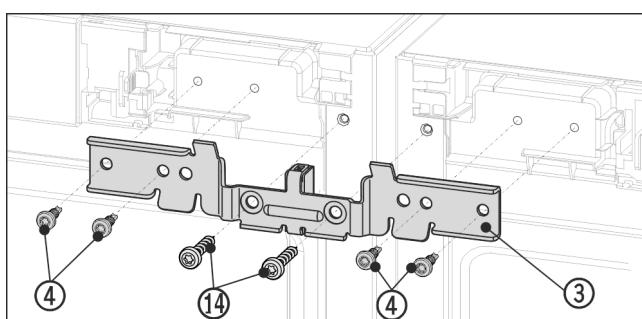

Fig. 12 Примерное отображение
- Надвиньте угол Fig. 12 (3) с помощью распорной детали между устройствами и на цапфы. Слегка прикрутите угол четырьмя винтами Fig. 12 (4) и ранее выкрученными винтами заземления Fig. 12 (14) поочередно справа и слева.